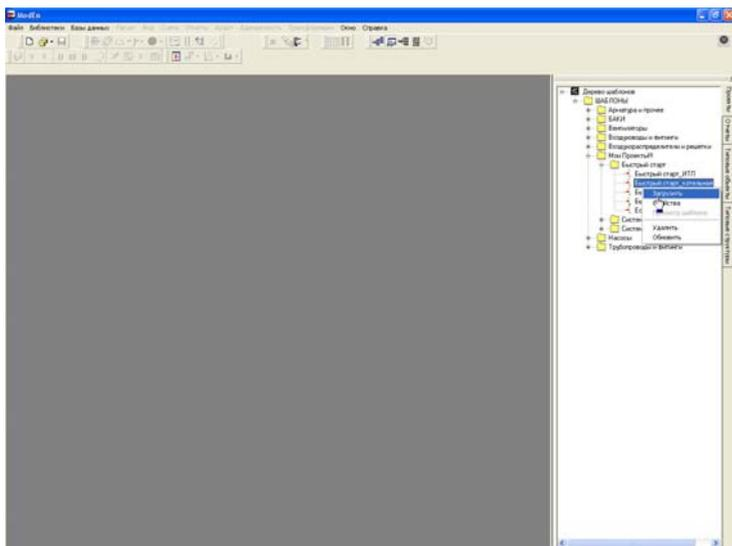

Рис. 2.7. Вид программы **МОДЭН** при открытии нового проекта
1. Запустить файл **Moden.exe**. Он находится в корневом каталоге программы МОДЭН. Перед Вами окажется окно, подобное рис. 2.7.